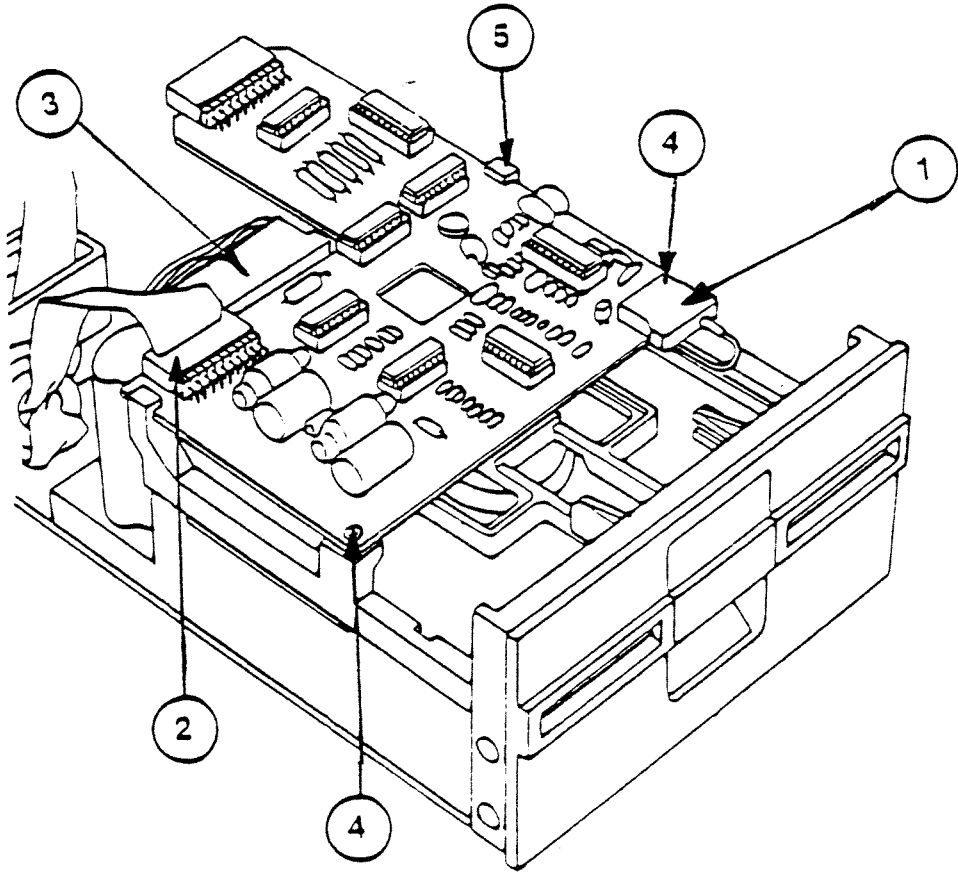

ABBILDUNG 2
12. Ziehen Sie den Halter des Kartensteckers (Abbildung 2,#3) hoch und ziehen Sie den Stecker heraus.
13. Entfernen Sie den Bandkabelstecker von der Analogkarte (Abbildung 2,#2). Er sitzt möglicherweise sehr fest; ziehen Sie ihn fest zurück, bis er sich löst. Sie können ihn beim Herausziehen vorsichtig hin- und herrütteln, aber passen Sie auf, daß Sie die Anschlußstifte nicht verbiegen.
15. Entfernen Sie den Kopf des Molexsteckers von der Vorderseite der Analogkarte (Abbildung 2,#1).
16. Entfernen Sie die zwei Schrauben vorne an der Analogkarte (Abbildung 2,#4).
17. Schieben Sie die Analogkarte nach vorne an den Halteschlitz auf der Rückseite vorbei und ziehen Sie sie dann heraus (Abbildung 2,#5).